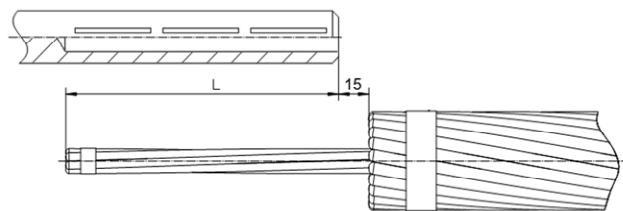
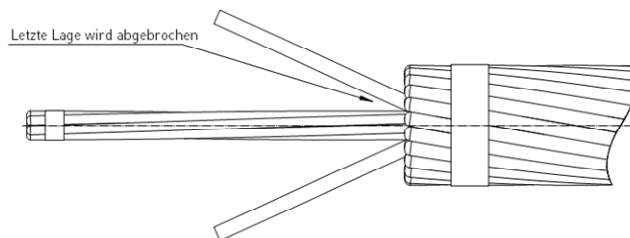

Bild 2
Bild 3
5. Markieren Sie auf dem Leiterseil die Länge, auf welcher die Aluminiumlitzen gekürzt werden sollen. Die Kürzungslänge entspricht der Länge der Stahlhülse plus ca. 15 mm. (Bild 2). Für Leiterseile > Ø 40 mm kann die Länge auch plus 25 mm sein.
6. Fixieren Sie die Aluminiumlitzen mit einem Kabelbinder in der Nähe der Abisolierung (Bild 2). Schneiden Sie die Aluminiumlitzen senkrecht zur Leiterachse mit dem Abisolierwerkzeug "RIGID" ab. Beim Abschneiden der Aluminiumlitzen ist auf die letzte Lage zu achten. Diese Litzen dürfen nicht vollständig durchtrennt werden. Sie müssen abgebrochen werden, um eine Beschädigung des Stahlkerns zu vermeiden. Entgraten Sie die Schnittkanten, falls erforderlich (Bild 3).